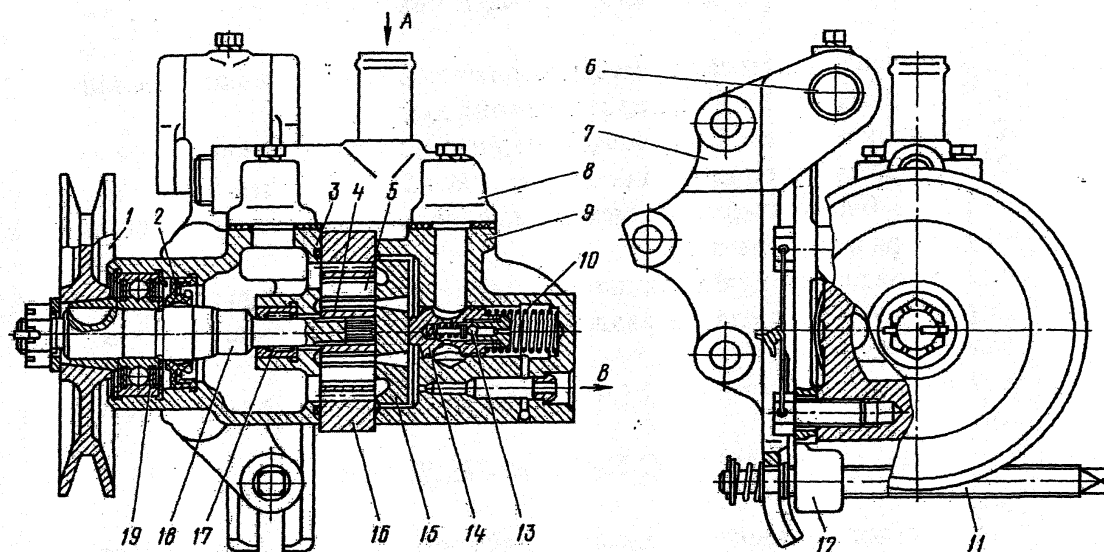

Рис. 60. Насос гидросилителя:
Насос гидроусилителя (рис.60) лопастного типа, двойного действия (за один оборот вала насоса совершается два полных цикла всасывания и два нагнетания).
Вывернуть болты крепления коллектора 8 (см. рис.60) насоса, снять коллектор и прокладки.
1. Запрессовать в гнездо корпуса 3 (см. рис.60) насоса игольчатый подшипник 17 до упора и манжету 2.